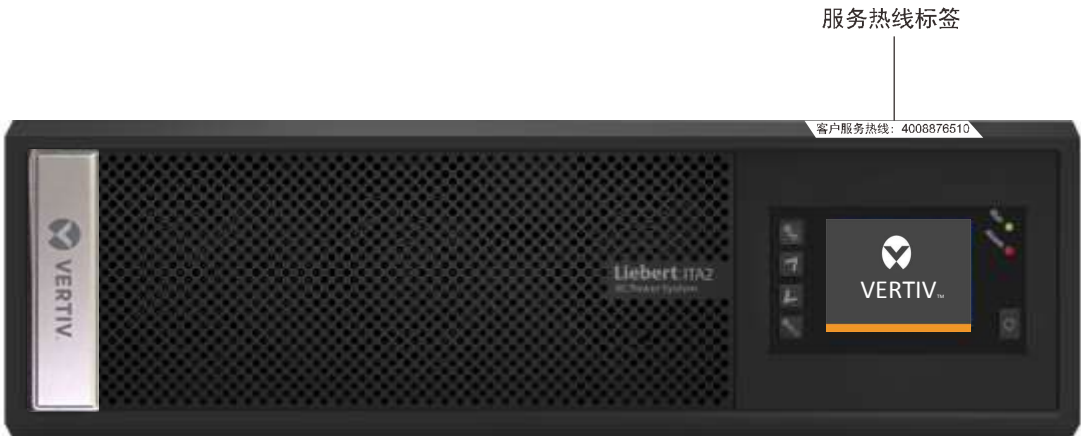

图2 服务热线标签位置（20kVA）
3. 请根据设备标签上的服务热线（见图 2，以 20kVA 机型为例）致电维谛技术客户服务中心，并上报 LCD 界面上显示的 12 位特征码，客户服务中心通过授权资质审核后，会发送 4 位开机密码到授权资质的工程师手机和邮箱中。